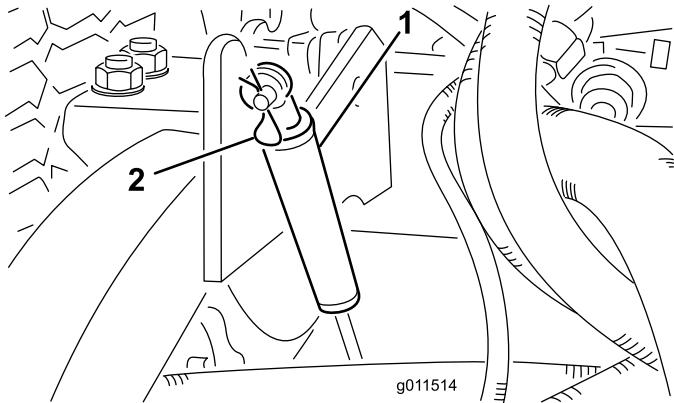

Figura 72
2. Retire el pasador de horquilla que fija los amortiguadores a los brazos de elevación (Figura 72). Gire el amortiguador hacia la carcasa de la carcasa.